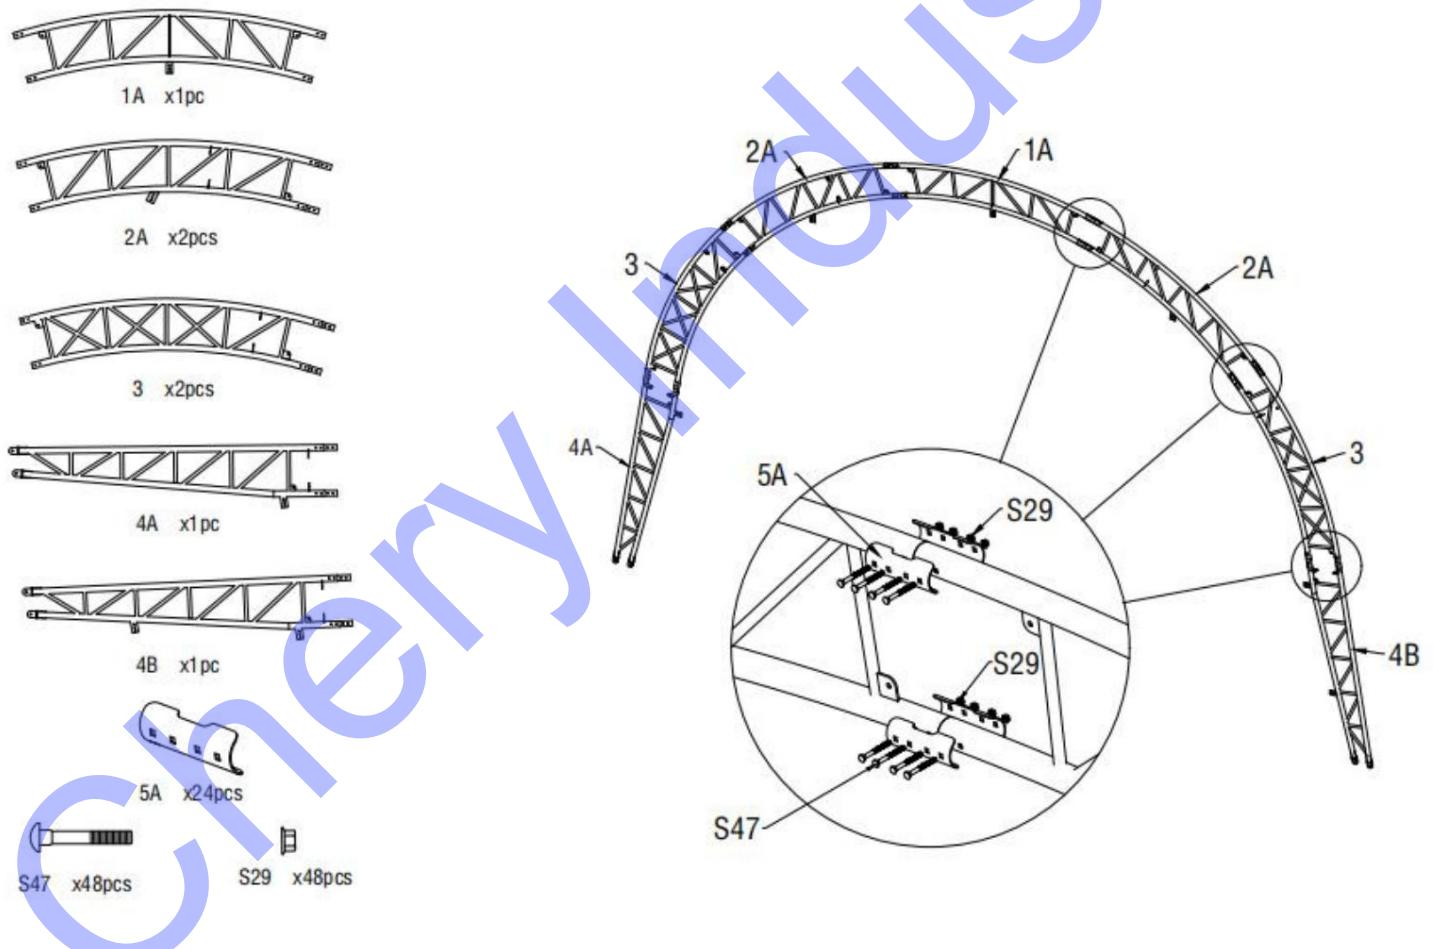

Figure 3
1. Comme le montre la figure 3, il faut trouver un tube de toit supérieur dans la porte avant et arrière (n° 1A), deux tubes de toit supérieurs tube courbé dans la porte avant et arrière (n° 2A), deux tubes courbés au milieu du toit à l'avant et porte arrière (n° 3), deux tubes incurvés inférieurs dans la porte avant et arrière (4A) et assembler le premier et groupe final d'arche avec boulon de carrosserie M8x70 (n° S47). NE PAS installer la vis sur le dessus du ferme sur laquelle reposera le tissu.